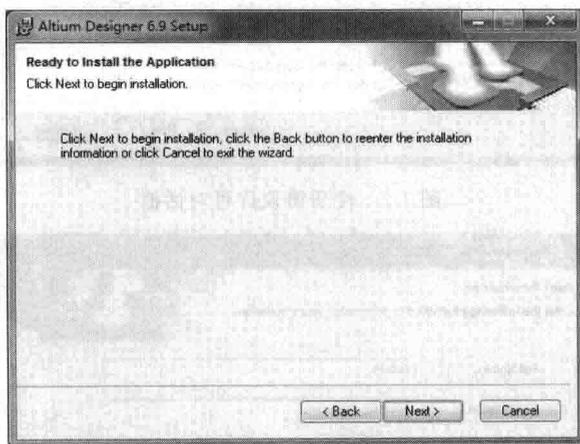

图 1-5 准备就绪对话框
(5) 单击 **Next >** 按钮,继续下一步操作即可进入准备就绪对话框,如图 1-5 所示。如果确定所有的准备工作已经完成,可以单击 **Next >** 按钮开始程序的安装。如果仍要改变安装路径,只要单击 **< Back** 按钮,就可以返回上一步重新设置。